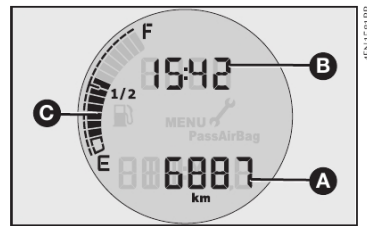

fig. 47
INFORMAÇÕES NO DISPLAY - fig. 47
- Relógio (**B-fig. 47**).
- Hodômetro total (**A-fig. 47**).
- Indicação do nível de combustível (**C-fig. 47**).